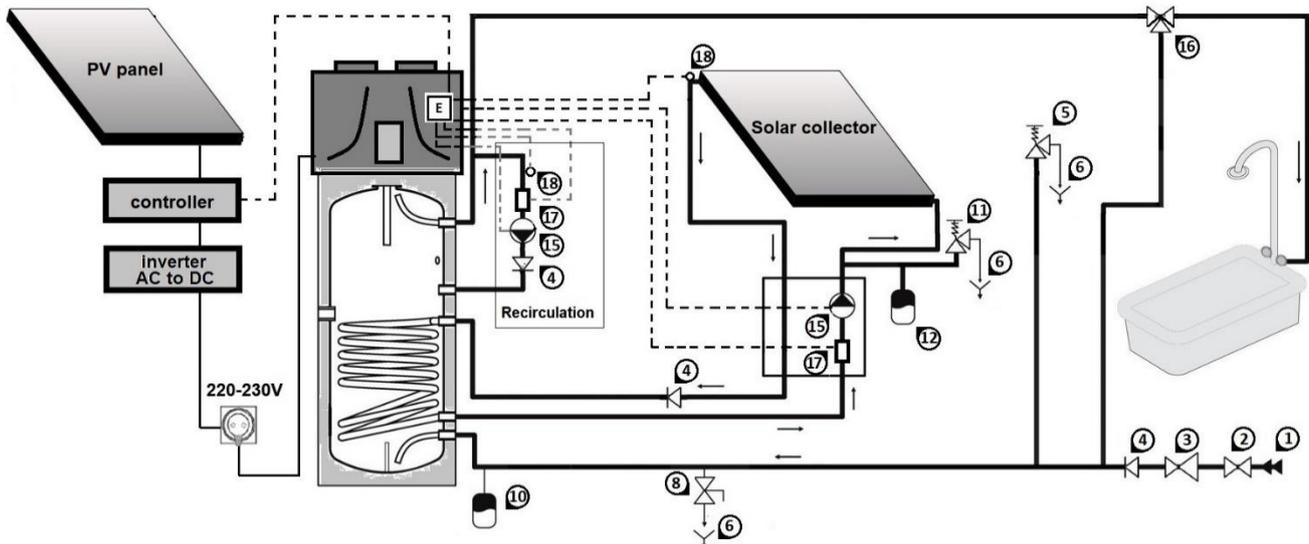
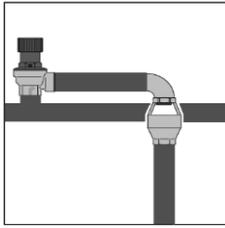

Fig. 8 Connexion au système d'alimentation en eau et au capteur solaire
Fig.8a
L'illustration suivante (Fig. 8) montre un exemple de raccordement au système de distribution de l'eau
- L'installateur du système doit impérativement installer une soupape de décompression de 8 bars sur le tuyau d'entrée de l'eau froide (Fig. 8).
NOTE: La soupape de décompression doit être ouverte manuellement régulièrement pour éviter l'accumulation de tartre et / ou l'obstruction (Fig. 8).
NOTE: La soupape de vidange 6 (Fig.8) de la soupape de décompression doit être installée avec une inclinaison continue vers le bas et dans un endroit où elle sera protégée du gel. L'utilisation d'un siphon spécial (Fig.8a) est obligatoire!
ATTENTION ! La pompe à chaleur pour la production d'eau chaude sanitaire est capable de chauffer l'eau à plus de 60 ° C. L'installation d'une valve mélangeur thermostatique automatique 16 (Fig. 8) à la sortie de l'eau chaude est recommandée pour la protection contre la combustion
Remplissez le réservoir d'eau en ouvrant le robinet d'entrée 2 (Fig. 8) et le robinet d'eau chaude dans votre salle de bain. Le réservoir d'eau est plein, lorsqu'à travers le robinet d'eau chaude dans la salle de bain commence à sortir uniquement de l'eau sans air. Vérifiez qu'il n'y a pas de fuites des joints et des connexions. Serrez les boulons ou les connexions si nécessaire.